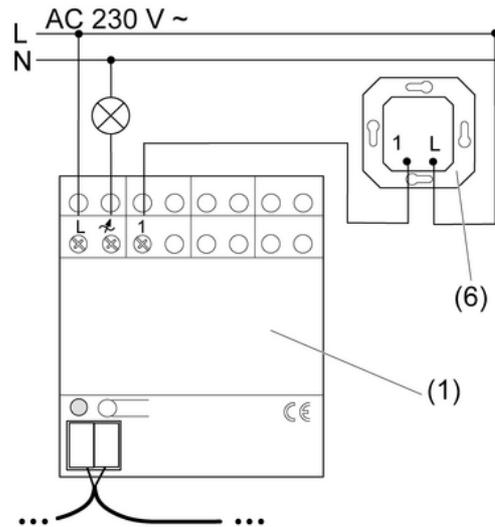
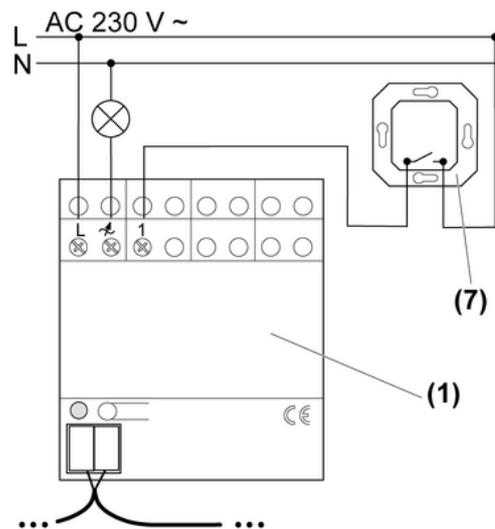

Figure 3: Raccordement d'un poste auxiliaire bifilaire (6)
Figure 4: Raccordement d'un poussoir d'installation éteint (7)
- Monter le variateur (1) sur le rail profilé.
- Raccorder le variateur, la charge et le cas échéant le poste auxiliaire conformément au schéma de raccordement correspondant (figure 3) ou (figure 4).